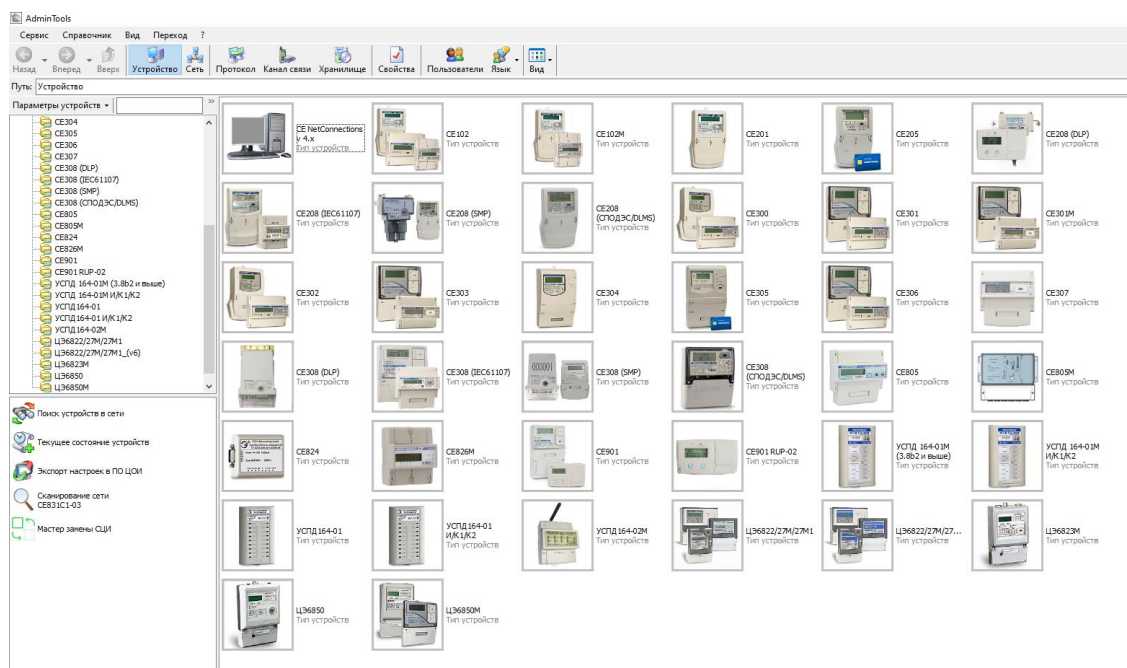

Рисунок 40 - Вид окна программы для выбора типа счётчика
5.2.3.12 Выбрать тип устройства: «CE208 (СПОДЭС/DLMS)» для CE208 и «CE308 (СПОДЭС/DLMS)» для CE308 (в дальнейшем CEx08 (СПОДЭС/DLMS)) (см. рисунок 40).